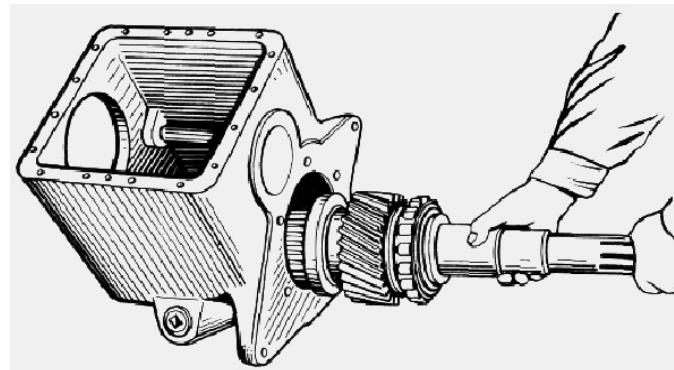

Рис. 16. Извлечение промежуточного вала
28. Вынуть промежуточный вал (рис. 16) из переднего картера с шестерней 64 (см. рис. 9) высшей передачи и втулкой 63 синхронизатора, снять одновременно в полости картера шестернию 90 низшей передачи и синхронизатор 62.